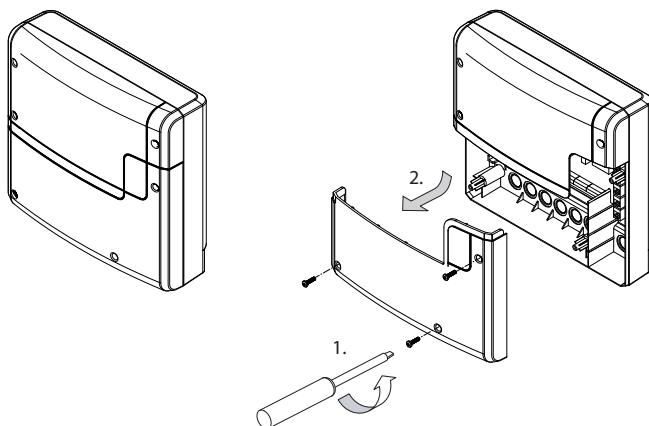

Рис. 1
1. Снимите нижнюю крышку силового модуля. Для этого полностью выкрутите 3 винта и потяните нижнюю крышку корпуса немного вниз и затем вперед (Рис. 1).